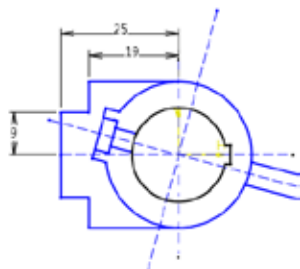

图5-99 绘制轮廓
- 12 利用【轮廓】命令和【镜像】命令，绘制出如图5-99所示的图形。